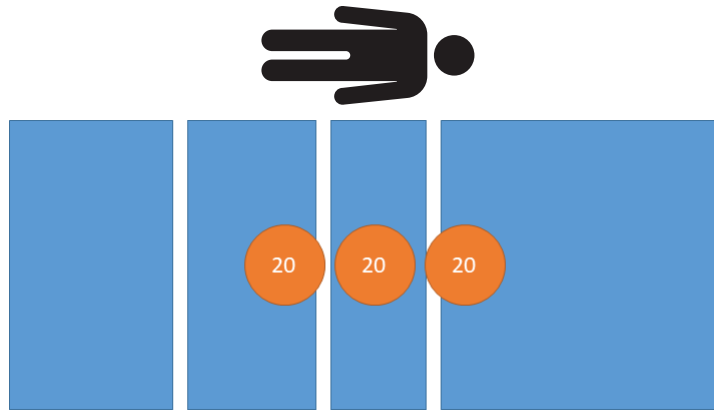

Abbildung 19 – Wägeleistungsprüfung – 60 kg
2. Mit kalibrierten Gewichten 60 kg auf das Produkt legen (Abbildung 19).
10. Mit kalibrierten Gewichten 60 kg auf das Produkt legen (Abbildung 19).